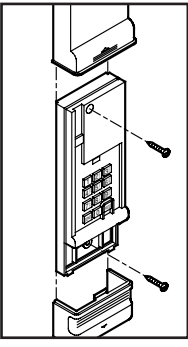

Fig. 2
- Deslice hacia arriba la cubierta del teclado numérico y quite el teclado numérico inalámbrico. Deslice la cubierta de la batería y saque la batería. **Fig. 2.**